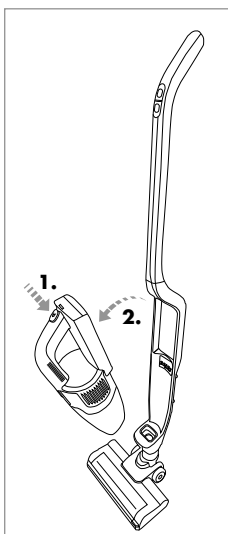

Fig. 4
- 3) For at løse motordelen **3** fra skaftet **12** skal du holde på motordelens **3** håndtag **2** og trykke på udløserknappen **1**. Træk motordelen **3** frem og ud af fordybningen til motordelen **14** (fig. 4).